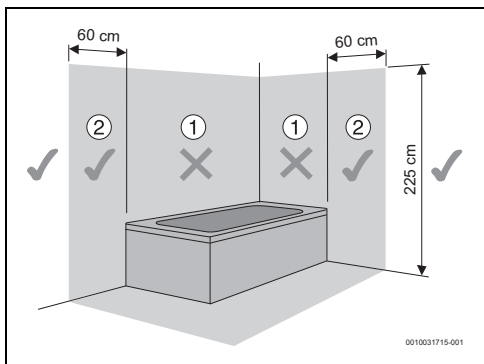

Fig. 8 Zona di sicurezza
- ▶ Inserire una valvola di sicurezza nel raccordo dell'acqua fredda dello scaldacqua (fig. 8) - installato in conformità a UNI EN 1487 e s.m.i..